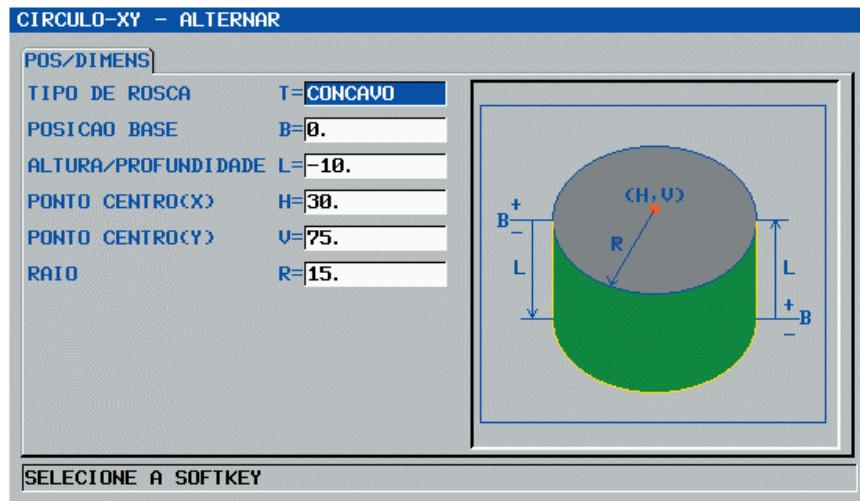

Figura 26 - Janela de cavidade com perfil circular
- Preencher os campos conforme a figura 26